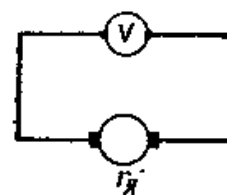

Рис. 3.1
19. Для измерения ЭДС генератора к его зажимам присоединен вольтметр (рис. 3.1), сопротивление которого $R_v = 10000$ Ом. Сопротивление якоря генератора $R_a = 0,2$ Ом. Определить, на сколько процентов делаем ошибку, считая показание вольтметра, равным ЭДС генератора.